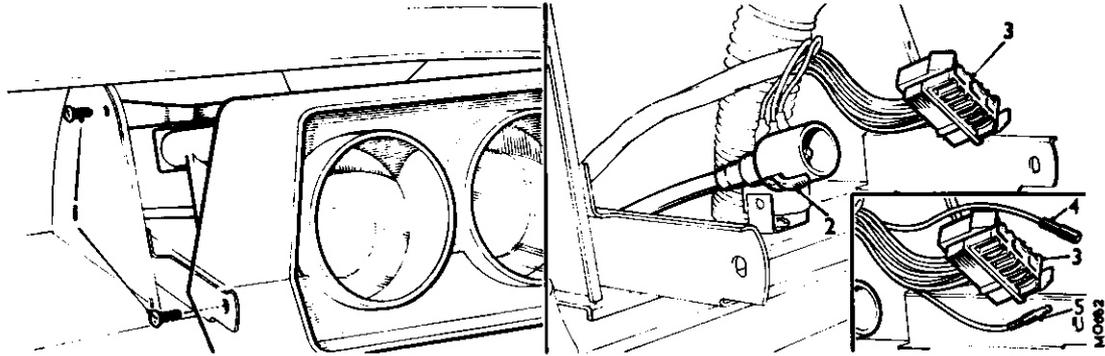

Fig. Nb.1
- (1) Scollegare il cavo di massa della batteria (NEGATIVO).
- (2) Rimuovere la bocchetta di ventilazione situata vicino al quadro (Ved. la Sez. Rb.4).
- (3) Spicciare la parte della guarnizione del contorno vano porta che blocca la finitura del rivestimento della plancia e rimuovere la finitura sfilandola da dietro il quadro.
- (4) Distaccare la finitura situata dal lato opposto del quadro senza però rimuoverla. Le viti di fissaggio del quadro sono ora accessibili (Ved. la figura Nb.1).
- (5) Rimuovere le quattro viti (1) ed estrarre parzialmente il quadro dal vano della plancia; premere la leva (2) di sbloccaggio del cavo del contachilometri e scollegare il detto dallo strumento; scollegare il blocchetto di collegamento (3) da dietro il quadro e rimuovere l'assieme (Fig. Nb.1)
- 1275 GT - Oltre alle operazioni di cui sopra, scollegare anche le connessioni del contagiri (4 e 5, Fig. Nb.1)